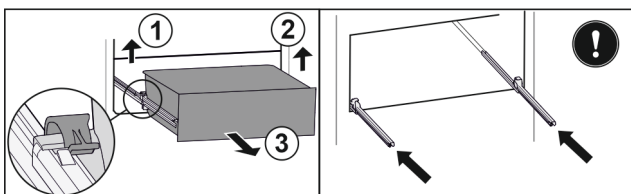

Fig. 194
- Linke Klemme anheben und gleichzeitig Schubfach links nach vorne ziehen. Fig. 194 (1)
- Rechte Klemme anheben und gleichzeitig Schubfach rechts nach vorne ziehen. Fig. 194 (2)
- Schubfach nach vorne entnehmen. Fig. 194 (3)